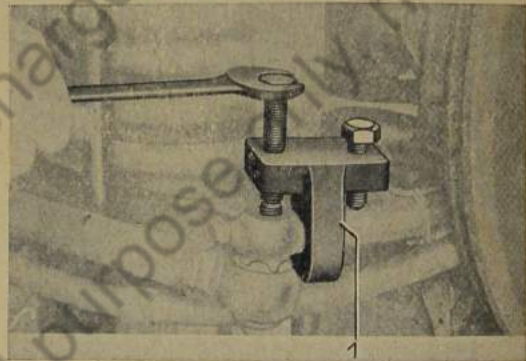

Bild 782: Kugelzapfen aus Spurstangenhebel herausdrücken
4. Kugelzapfen mit Abdrücker Nr. 1505 aus dem Spurstangenhebel herausdrücken (Bild 782).